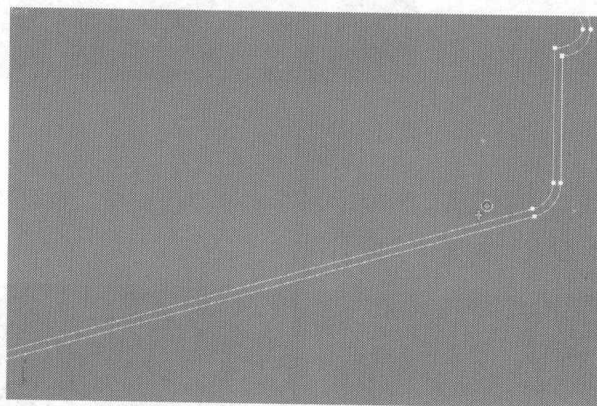

图 7.266
- 28 单击 ，在 **Geometry** 卷展栏中单击 **Outline** 按钮，对着线段移动鼠标，制作出框架，如图 7.266 所示。